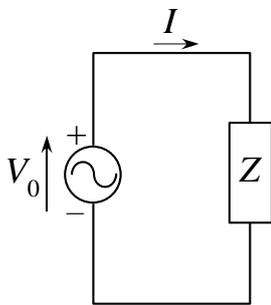

図 1
(1) 図 1 のように角周波数 ω の正弦波電圧源につながれた回路を考える。